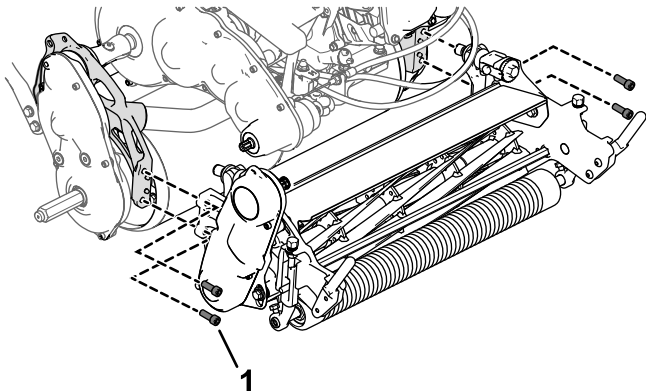

Figure 6
1. Fixez l'unité de coupe sur la machine à l'aide de 4 vis à tête à creuse (Figure 6).